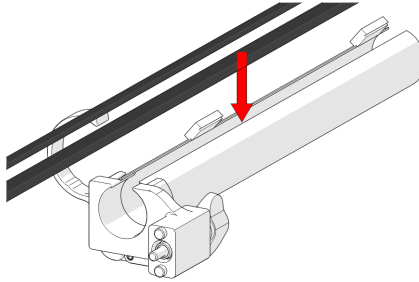

Abbildung 2-118 Einföhren der Kabel und Schläuche
1. Öffnen Sie die Kabelführungshülse. Beginnen Sie am Ende der Klemme und legen Sie das Kabel in den Schlauch ein (siehe Abbildung 2-118 auf Seite 124).